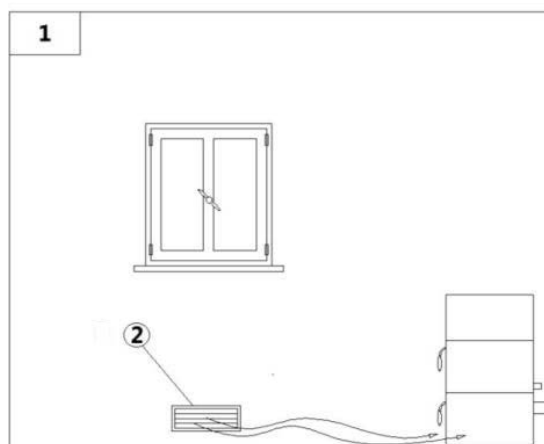

Fig. 11 - Afluencia del aire directa
LEYENDA	Fig. 11
- La afluencia del aire entre el ambiente externo y la sala puede suceder por vía directa por medio de una brecha en la pared externa del edificio (véase **Fig. 11**).
- La afluencia del aire entre el ambiente externo y la sala puede suceder por vía directa por medio de una brecha en la pared externa del edificio (véase Fig. 11).